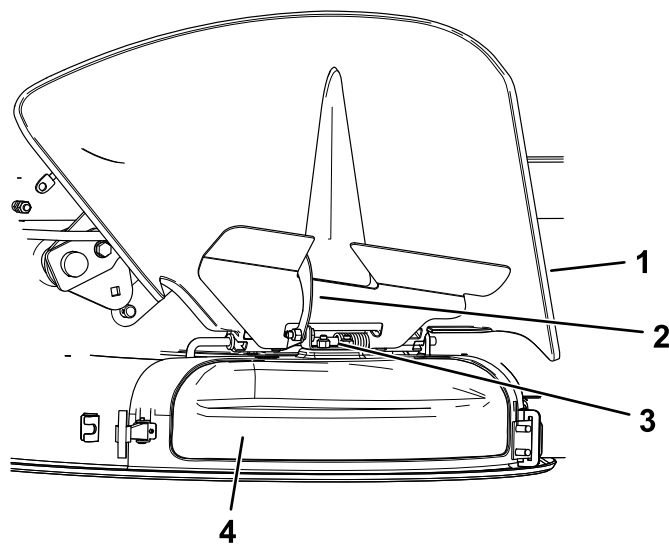

**Figura 13**
3. Inclinate la linguetta metallica presente sul coperchio dello scarico all'interno della fessura nella staffa saldata sul piatto di taglio (**Figura 13**).